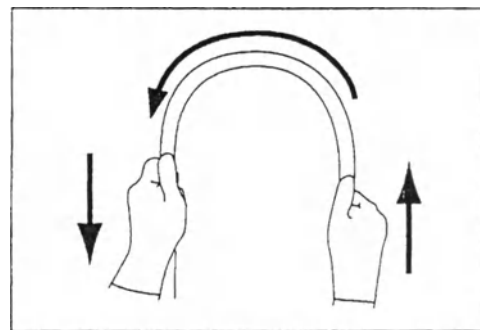

рисунок 3.4
- 5 Обеими руками согните вводимую трубку эндоскопа полукругом. Затем передвигая руки в направлении, указанном стрелками на рис. 3.4, убедитесь в том, что вводимая трубка пластична и легко сгибается в полукольцо по всей длине. Проверку эндоскопов с механизмом регулировки жесткости проводите как при самом гибком, так и при самом жестком состоянии вводимой трубки.